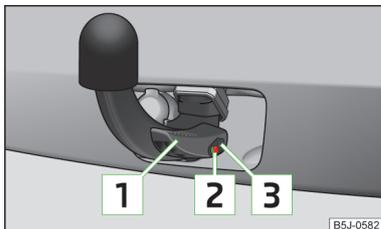

Fig. 127
**Barra de cabeza esférica fijada correctamente » fig. 127**